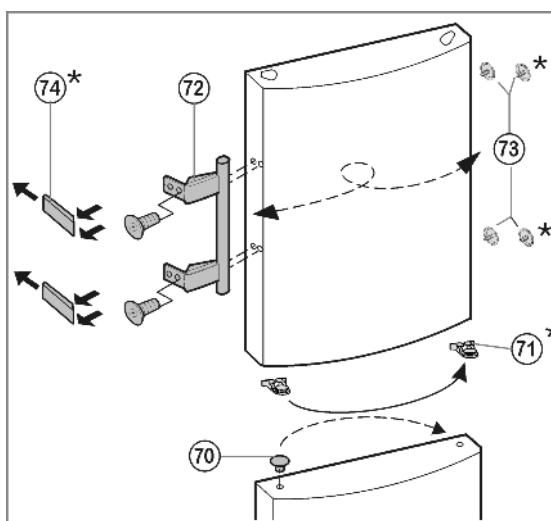

Fig. 10
- На нижней дверце: Извлеките пробку Fig. 10 (70) из опорной втулки дверцы и переставьте.
- На обеих дверцах: Снимите и переставьте на противоположную сторону дверную ручку Fig. 10 (72), пробку Fig. 10 (73) и прижимные пластины\* Fig. 10 (74).